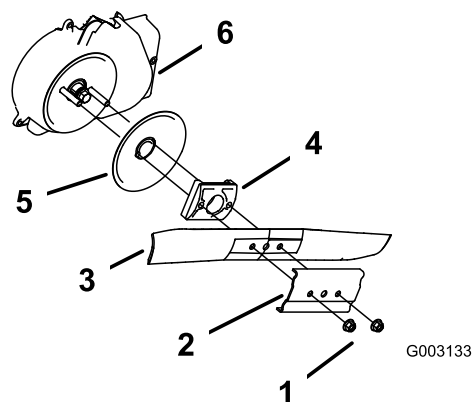

Figure 50
3. Retirez les 2 écrous de la lame et le renfort (Figure 50).
4. Déposez la lame (Figure 50).
5. Déposez le dispositif d'entraînement de la lame et le disque (Figure 50).
6. Déposez la protection de l'embrayage du frein de lame (Figure 50).
10. Reposez la lame et le renfort déposés précédemment (Figure 50).